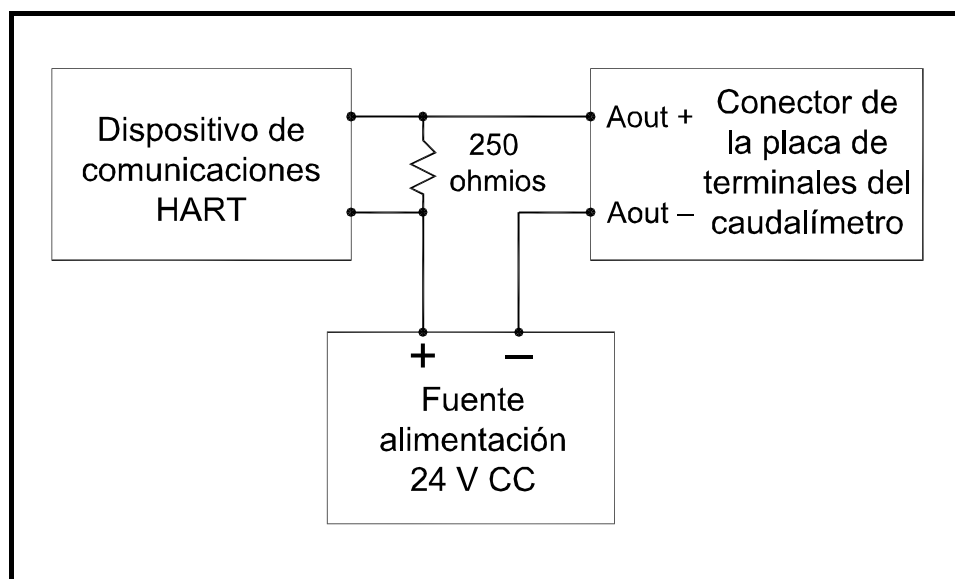

Figura 221: Cableado HART (Alimentación ext./Modo pasivo)
1. Interconecte la interfaz HART y el dispositivo HART como se muestra en la Figura 221.